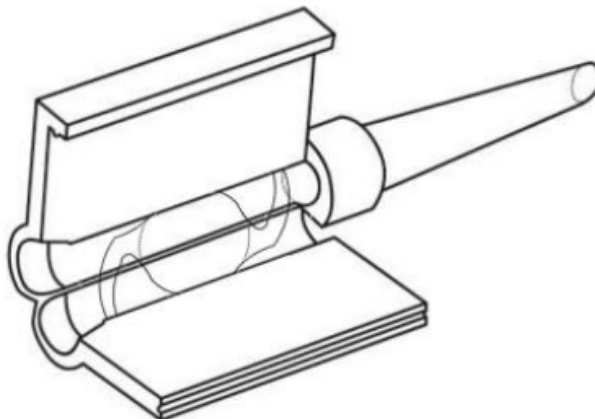

Fig 1
7. Mantenha a asa do cartucho aberta, centre a LIO e posicione a ponta dos hápticos debaixo da borda das ranhuras. Empurre gentilmente para baixo a lente com os fórceps para assegurar que as bordas do optico estão seguras debaixo da borda das ranhuras, como demonstrado na Fig. 1.